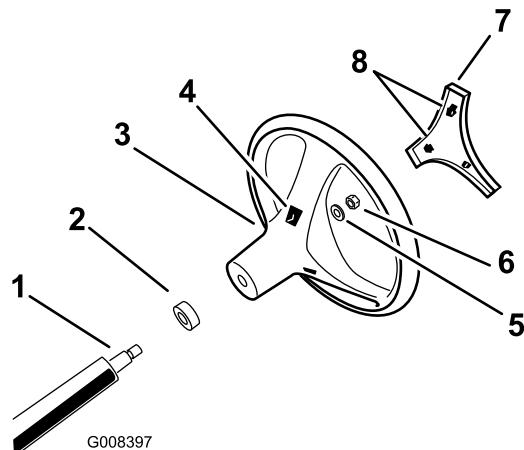

Рисунок 3
- Через отверстия в задней части рулевого колеса освободите фиксирующие выступы, которыедерживают центральную крышку, и снимите крышку рулевого колеса (Рисунок 3).
- Снимите контргайку и шайбу с рулевого вала (Рисунок 3).
- Выровняйте рулевое колесо на шлицах рулевого вала (Рисунок 3).
- Наверните контргайку с шайбой на рулевой вал (Рисунок 3).
- Совместите фиксирующие выступы центральной крышки с пазами в рулевом колесе и нажмите на крышку в сторону рулевого колеса, чтобы защелкнуть крышку на месте (Рисунок 3).